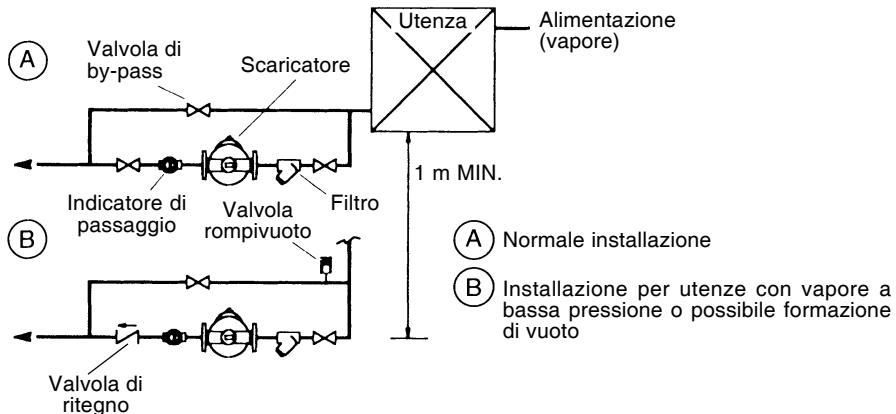

Fig. 1
- 3.8** Se l'apparecchio da drenare è provvisto di regolazione automatica della temperatura, prevedere, oltre al battente, l'applicazione di una valvola rompivento (vedere fig. 1).